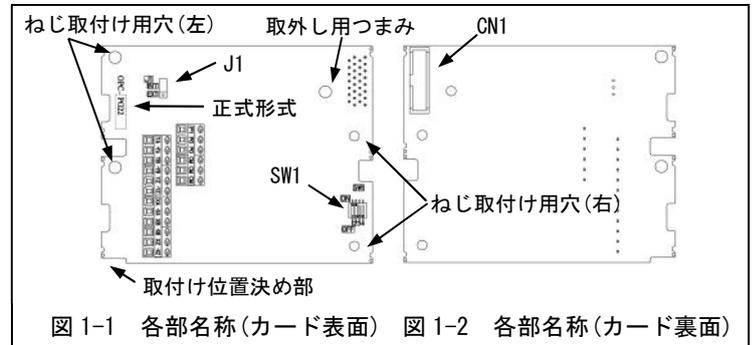

図1-1 各部名称(カード裏面) 図1-2 各部名称(カード表面)
- (1) PG インタフェースカードおよび、ねじ(M3×8:4本)が入っていることを確認してください。
- (2) PG インタフェースカード上の部品の異常、凹み、反りなど輸送時での破損がないことを確認してください。
- (3) PG インタフェースカード上に形式「OPC-PG22」が印刷されていることを確認してください。(図1-1)
**注意** PGインタフェースカードの取付け位置決め部(図1-1)がツメ(図2-2①)にセットされ、CN1(図2-3②)が確実に差し込まれていることを確認してください。図2-3は取付け完了を示します。本インタフェースカードはC-Port以外に取り付けしないでください。接続すると破損する可能性があります。
- (3) PGインタフェースカードの配線を行います。